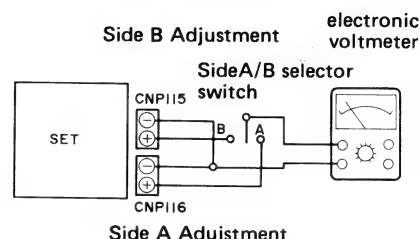

Figure 44-2
1. Make a connection of instruments as shown in Fig. 44-2, and put an EP (25 cm) record in the compartment.
1. Die Instrumente gemäß Abb. 44-2 anschließen und eine Langspielplatte für 45 U/min (25 cm) in das Fach einsetzen.
1. Brancher les instruments comme le montre la Fig. 44-2 et placer un disque 45 tours (25 cm) dans le compartiment.